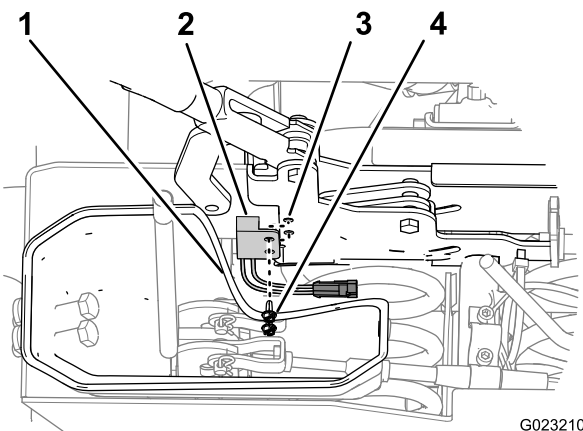

図 13
1. ギアセレクトラについている下部ほこり除けカバーが、駐車ブレーキ・アセンブリの左側で邪魔にならないように除ける 図 13。
2. 駐車ブレーキスイッチの穴を、駐車ブレーキの左側にある穴にあわせる 図 13。
3. スイッチをブレーキに固定する六角ワッシャヘッドねじ2本を使用する 図 13。